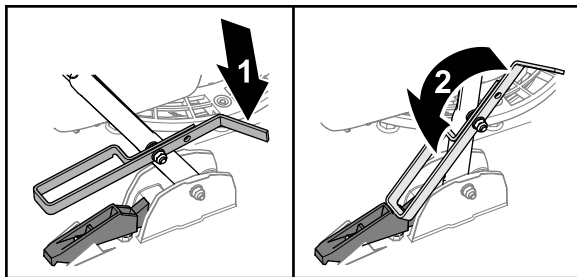

Figura 19
- Para libertar a pega, levante a pega e rode o batente para a frente (Figura 19).